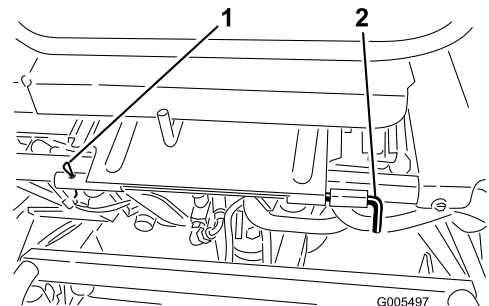

Bild 28
3. Klappen Sie den Sitz herunter und entfernen den Rollstift, mit dem die Sitzgelenkstange am Rahmen befestigt ist (**Bild 28**).